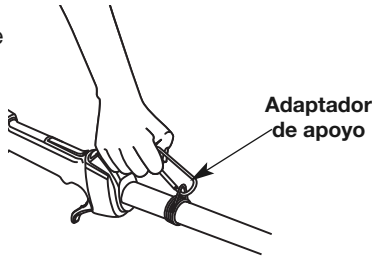

Fig. 4
3. Fije la presilla de los hombros a la unidad. (Fig. 4).